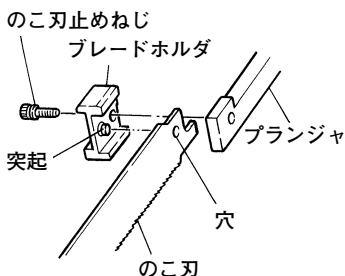

図 4
- (2) のこ刃をプランジャとブレードホルダの間にさし込み、ブレードホルダの突起にのこ刃の穴を入れます。(のこ刃を手前に引張り、抜けてこないことを確認します。)(図4)
- (3) のこ刃止めねじを六角棒スパナで締付け、のこ刃を十分に固定します。
注 • 作業終了後、プランジャ部に切粉・土・砂・水分などを付着したままにしておくと、プランジャ部(図4参照)がさびついて機体内部の故障の原因になるので、必ず清掃して保管してください。